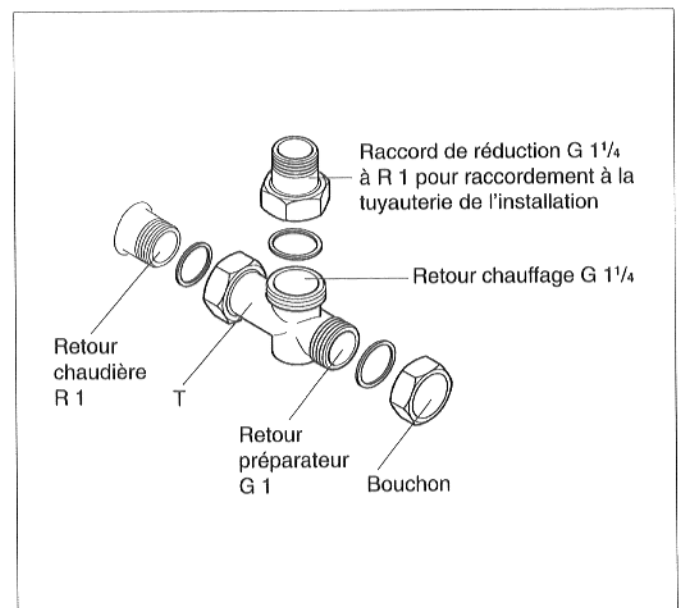

Fig. 6 : retour
* Voir également fig. 6
- Placer les joints dans les écrous-raccords du T inclus dans la livraison et visser le T au retour chaudière (fig. 6). Si la chaudière ne doit pas être raccordée à un préparateur d'ECS, visser le bouchon muni de son joint sur le T (fig. 6).
Monter le raccord de réduction G 1/4 à R 1 pour le retour chauffage sur la sortie verticale du T, en cas de non-utilisation d'un système de montage rapide du circuit chauffage (accessoire sur commande séparée) (fig. 6).